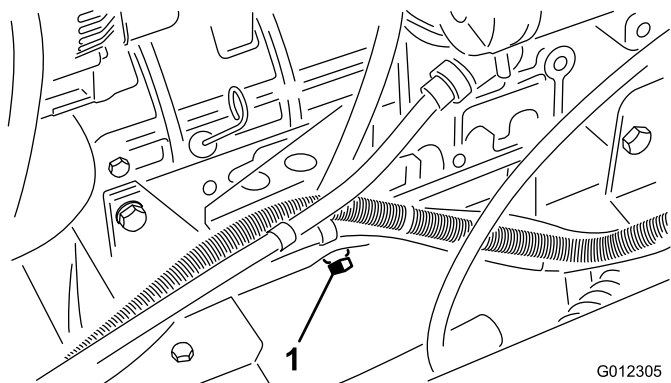

Figura 31
1. Togliete il tappo di spurgo (Figura 31) e lasciate defluire l'olio in una bacinella.